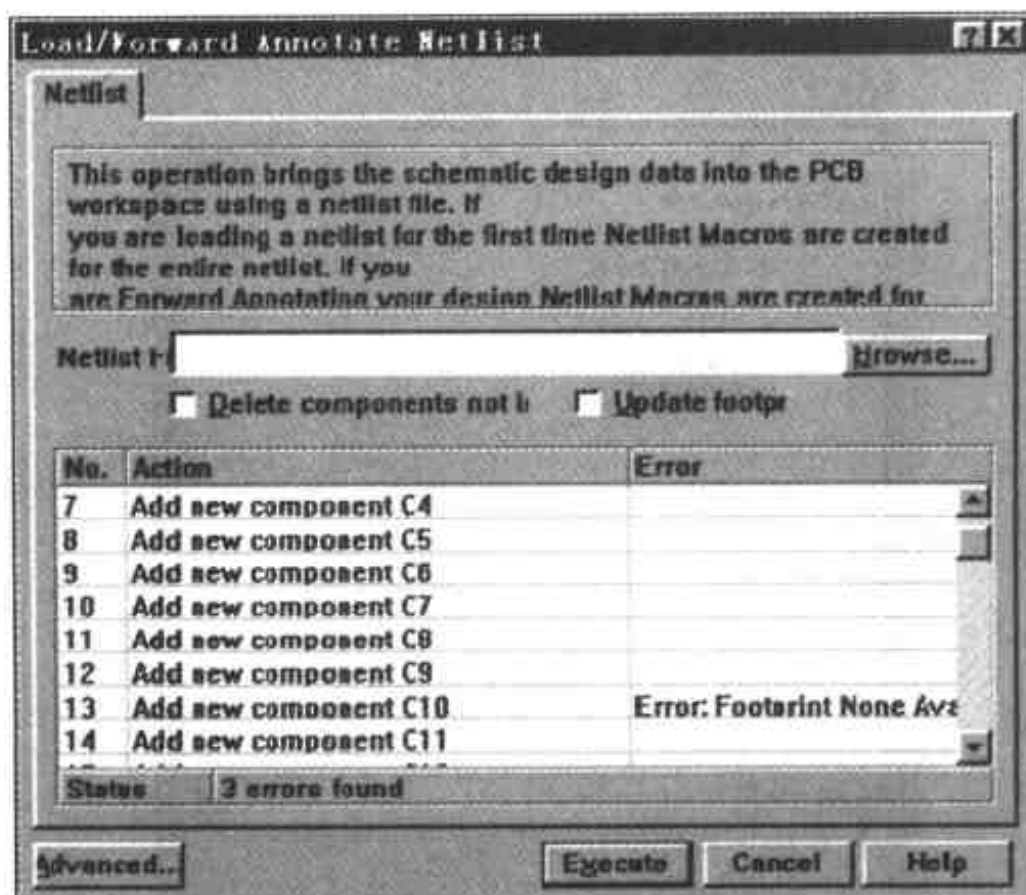
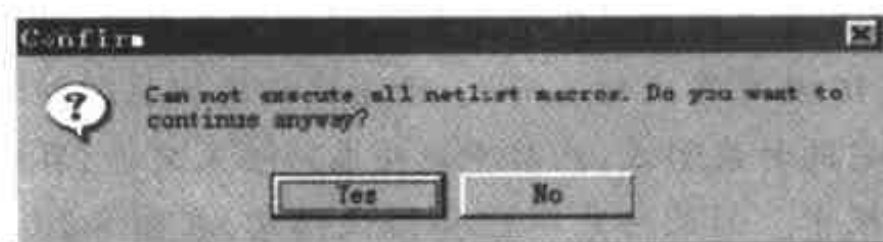

图 8-20 已经加载网络表的对话框
图 8-22 提示用户是否强行装入元件
(5) 此时 Protel 99 自动生成相应的网络宏,在对话框的列表框中显示出一连串的宏指令。这个列表框中包含 3 部分:
(6) 在图 8-20 所示的对话框中,我们看到在 Error 栏中提示了错误信息,这在设计 PCB 板的过程中是常见的,毕竟设计电路板的工作是很复杂的,难免有疏漏。图 8-20 所示的对话框中在列表框底部显示 3 errors found,表示有 3 处错误。
比较常见的错误有:没有预先装入所需的全部正确的元件库,原理图中的元件没有定义封装形式而造成网络表文件内容不全等等。比如在本例中,图 8-20 的对话框中提示的错误信息指出元件 C10 没有定义封装形式,于是我们返回原理图文件,对元件 C10 的属性进行修改,重新指定它的封装形式,然后重新生成网络表文件,再重新载入,消除了错误之后,将元件导入电路板中。如果用户不理睬错误信息,在图 8-20 所示对话框底部单击 Execute 命令按钮,强行装入元件,则会弹出如图 8-22 所示的对话框,提示用户无法执行所有的网络宏,是否继续强行装入。